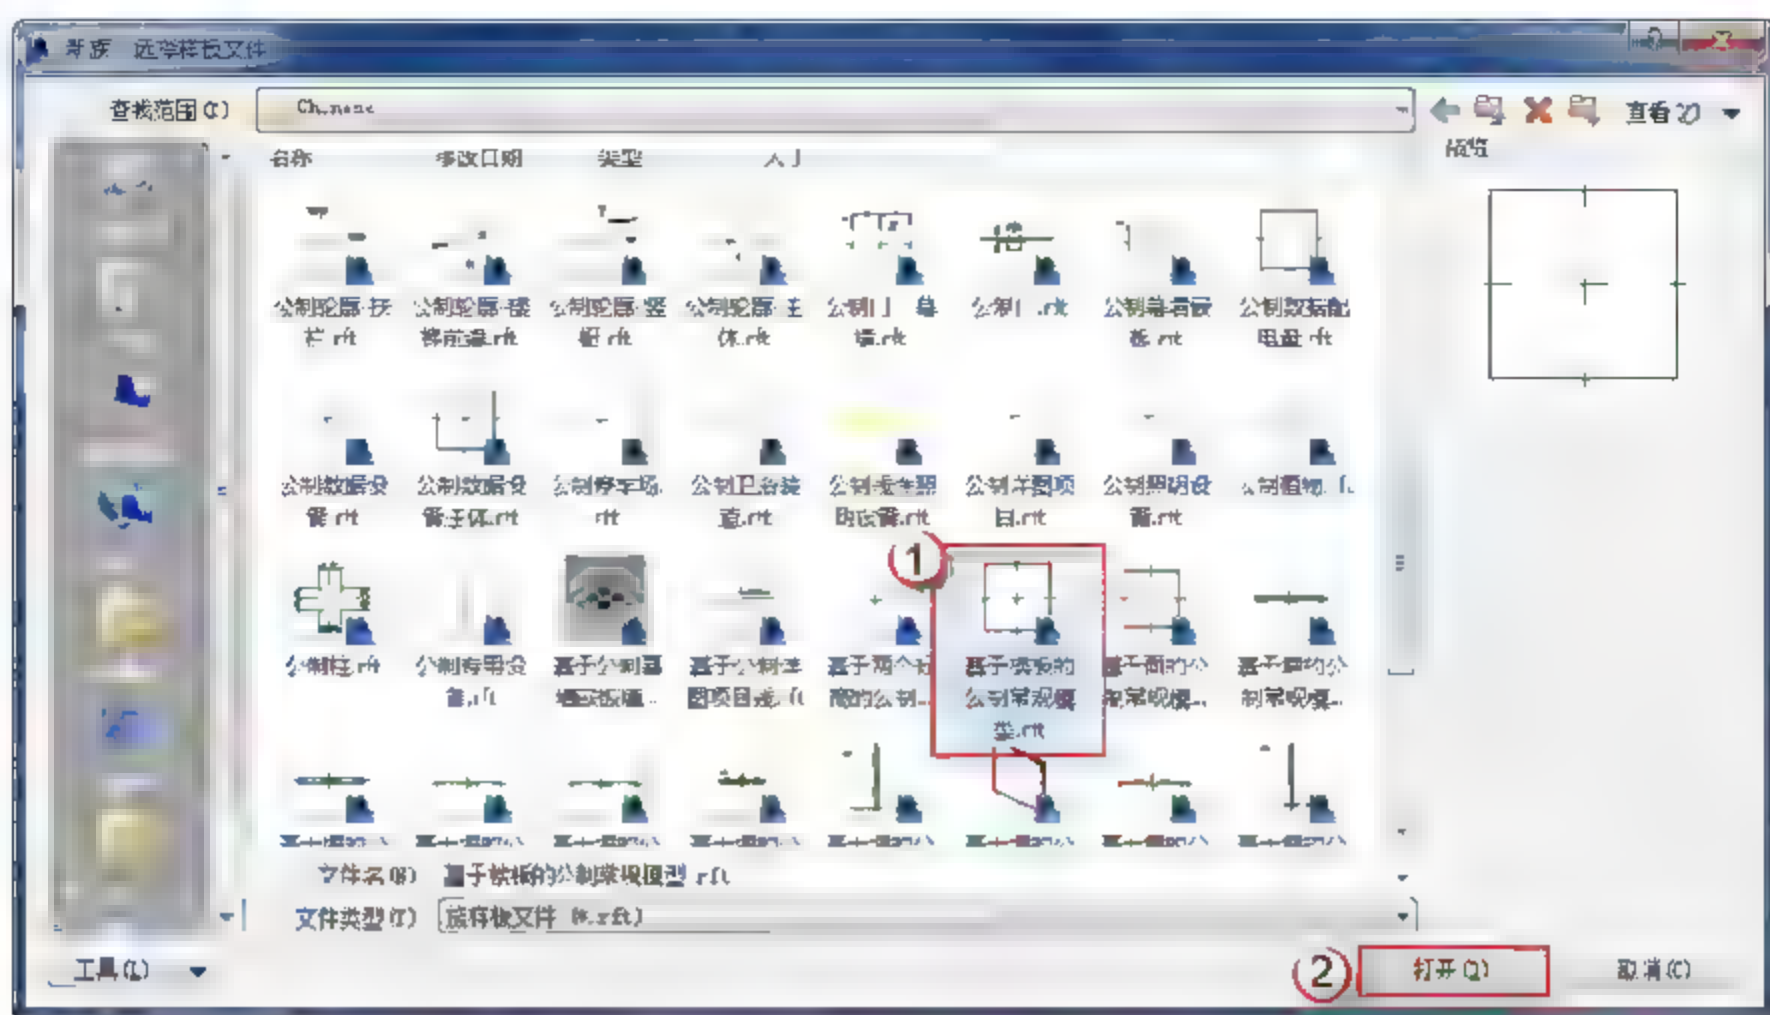

图 12.4.8 “新族-选择样板文件”对话框
(1) 选取新建族的样板。双击打开 Revit 软件, 进入 Revit 界面后, 选择族选区“新建”命令, 在进入“新族-选择样板文件”对话框后, 选取“基于楼板的公制常规模型.rft”文件, 单击“打开”按钮打开该文件, 如图 12.4.8 所示。